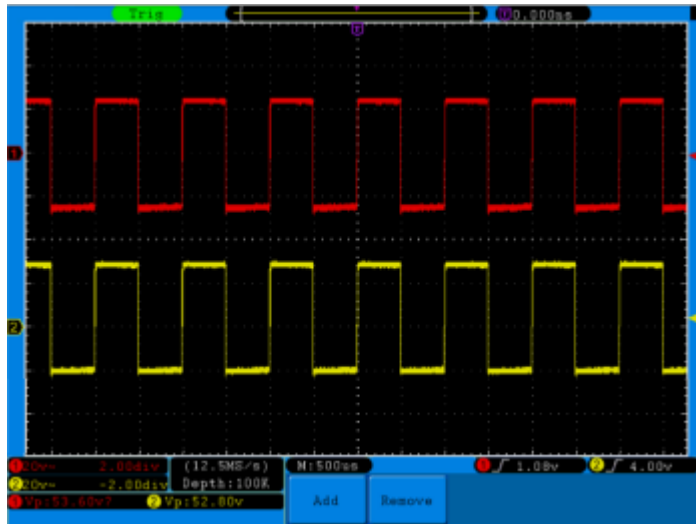

Fig. 80 Mesure du profit de la forme d'onde
8. Lisez les tensions pic à pic du canal 1 et du canal 2 dans la partie inférieure gauche de l'écran (voir la Fig. 80).